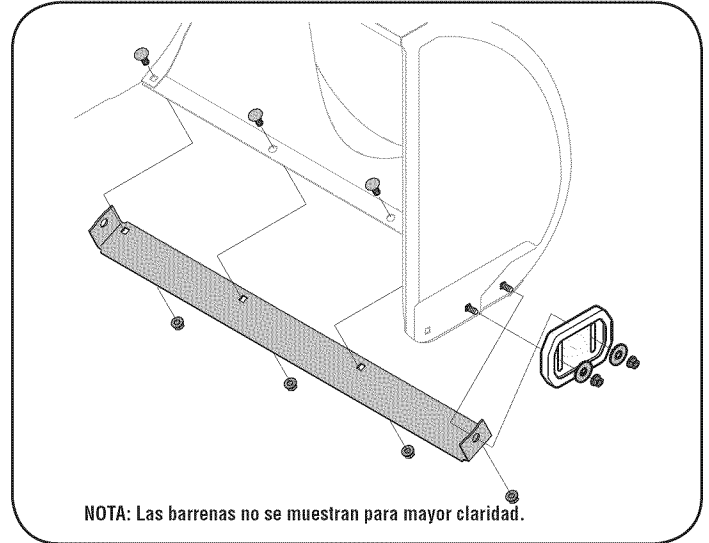

Figura 19
2. Monte las nuevas zapatas antideslizantes con cuatro pernos de carro (dos en cada lado), arandelas, y las tuercas de brida hexagonales. Consulte la figura 19.